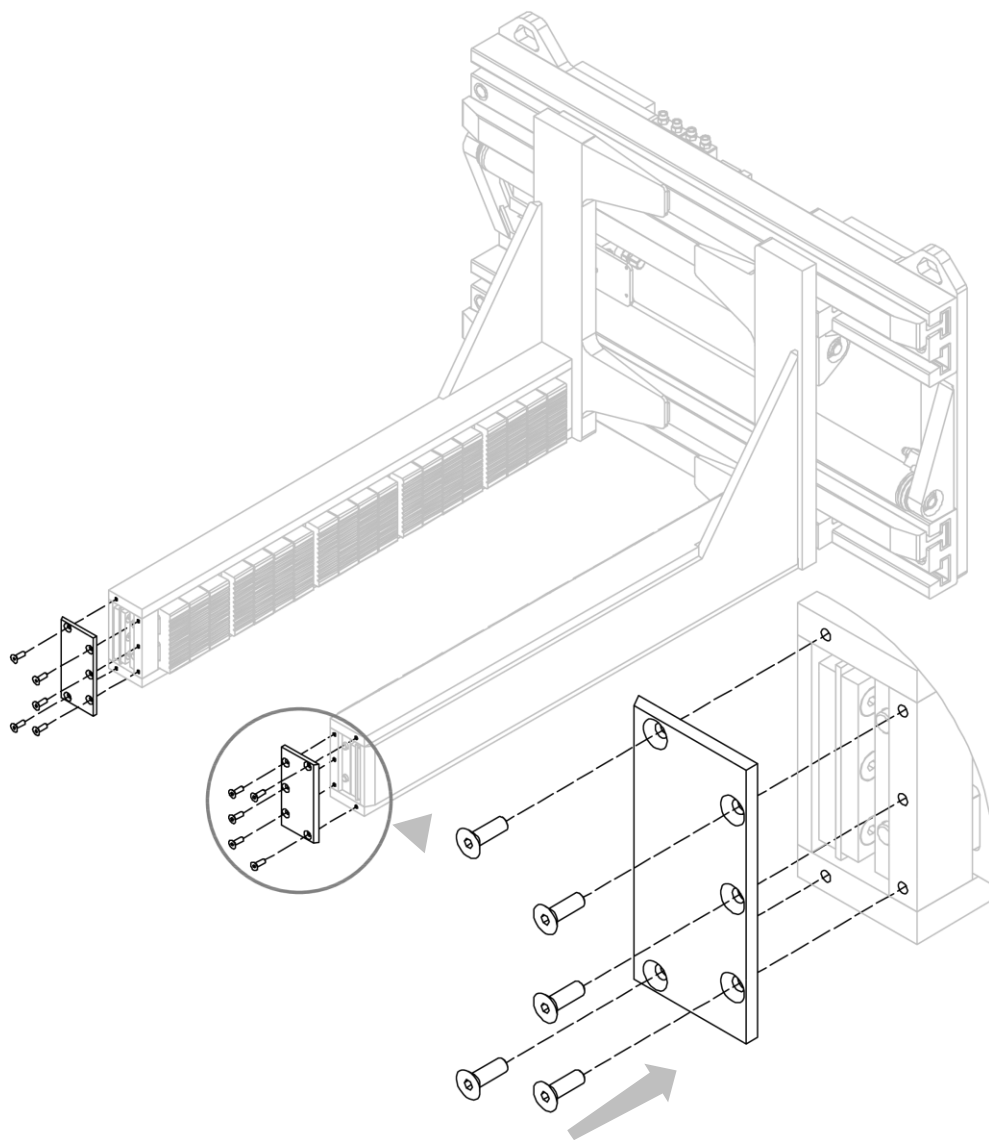

Figura 19
2. Montare i coperchi attraverso le apposite viti (vedi *Figura 19*).